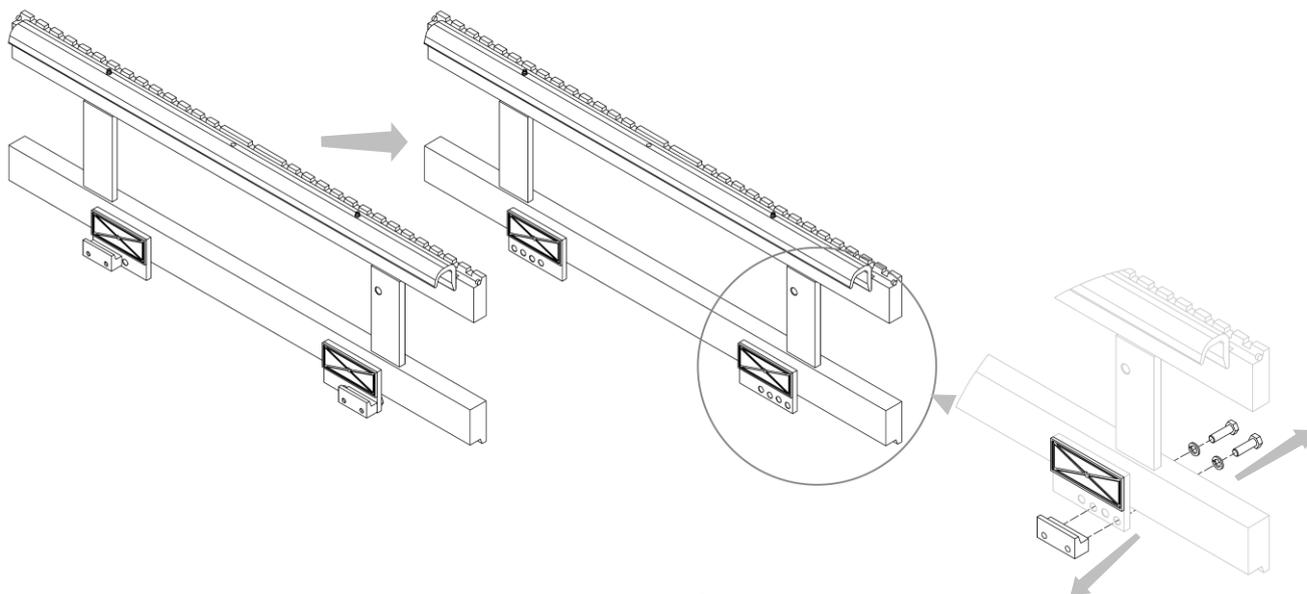

Figura 13
5. Quitar los ganchos inferiores del equipo y engrasar las deslizaderas inferiores (mira *Figura 13*).